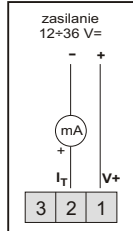

Rys.1. Demontaż ścianki tylnej
- zdemontować ściankę tylną obudowy delikatnie podważając wkrętakiem zatrzaski (rysunek 1)